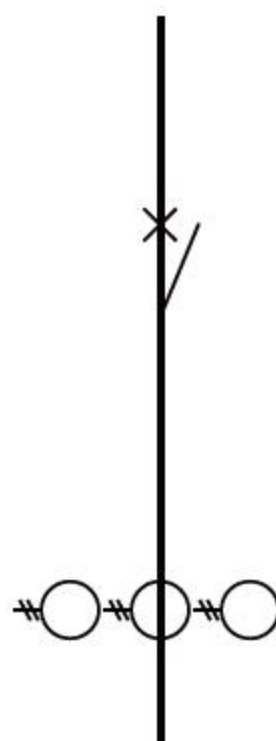

图9-94 复制线段
**05** 调用CO【复制】命令，复制线段，如图9-94所示。